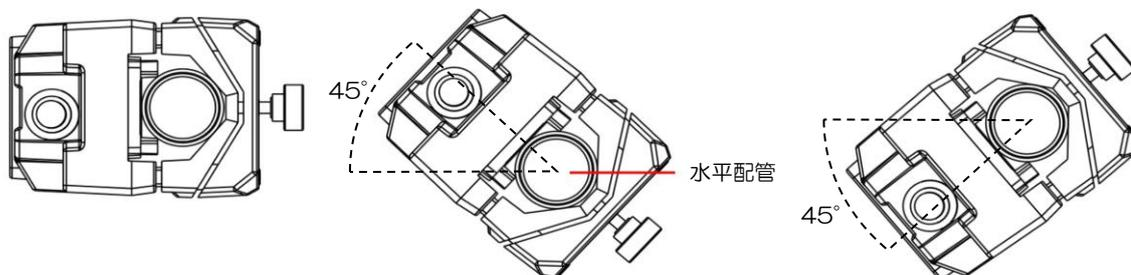

図1：推奨直管長
- 本製品の設置位置の前後には、図1に示した直管部を設ける必要があります。直管部が取れない箇所への設置の場合、測定精度に大きく影響します。